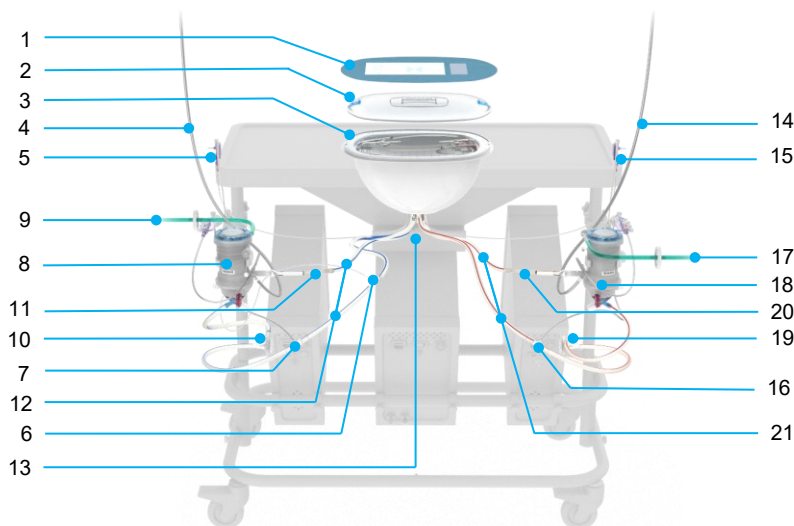

Figure 9 Kit de perfusion Liver Assist
En haut du chariot, un plateau est monté pour créer une surface de travail. Le support du réservoir pour le foie est situé sur le plateau ; il s'agit d'une cavité dans laquelle est placé le réservoir pour le foie du kit de perfusion jetable (Figure 9, élément 3). Les propriétés d'isolation thermique du plateau permettent de maintenir la température de perfusion dans le réservoir pour le foie. La couverture thermique située sous le plateau protège le tubage de l'air chaud évacué par l'unité thermique. Des deux côtés de la table, un support de capteur de pression est monté, dans lequel les capteurs de pression jetables sont placés à la même hauteur que le foie. Ces supports de capteur de pression sont équipés d'un étrier pour éviter le repositionnement involontaire de la vanne du capteur de pression. De chaque côté du chariot, un support d'oxygénateur permet d'installer les deux oxygénateurs du kit de perfusion. En outre, les supports sont équipés d'une pince pour accueillir le collecteur d'échantillons.
Les kits de perfusion Liver Assist sont à usage unique et sont destinés à accueillir à la fois le foie et la solution de perfusion pendant la perfusion (Figure 9). Les kits sont stériles et emballés dans un plateau en polyéthylène scellé par une feuille de Tyvek.
- Raccordez les capteurs de débit aux tuyaux en silicone (Figure 9, éléments 11 et 20) situés près du côté artériel des oxygénateurs des circuits VP et AH.